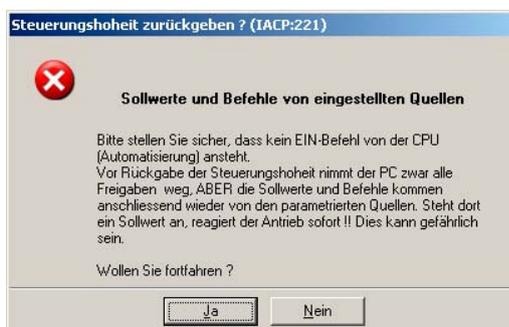

Fig. 10-42 Restituzione della priorità di comando
13. Rispondere alla domanda **Restituire la priorità di comando?** con **sì**. (Vedere la fig. 10-42)